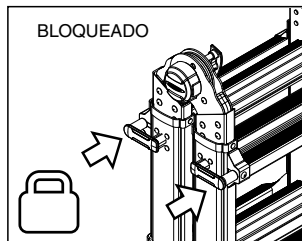

Figura 5
- 4) Antes de subir por la escalera, verifique que los 4 sujetadores “J” estén asegurados en su orificio de peldaño (vea la Figura 5).